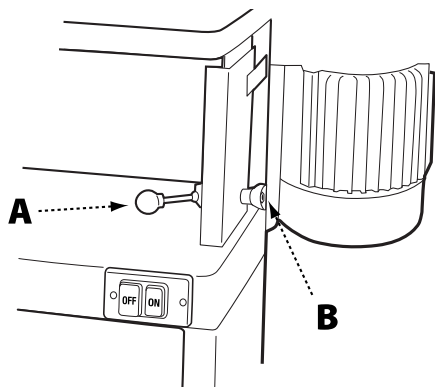

FIGURA 9
1. Suelte la palanca de bloqueo de la placa (A) y gire la placa hacia la posición horizontal (plana). No bloquee.
2. Ajuste la tensión en el bloque excéntrico apretando la tuerca de nylon (B) con una llave de tuerca de 14mm. Consulte la Figura 9. Gire la tuerca en incrementos de 1/4 y pruebe bloquear el mango para lograr la tensión correcta.